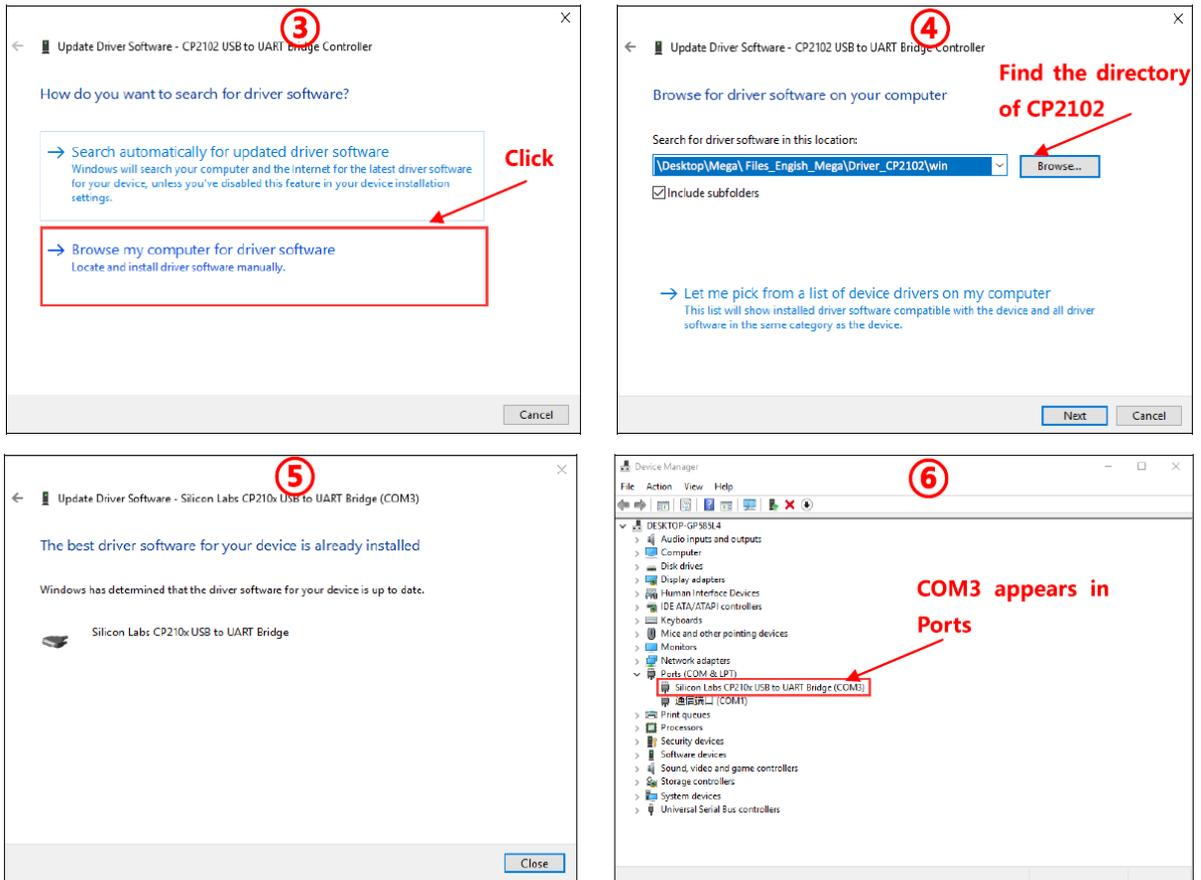
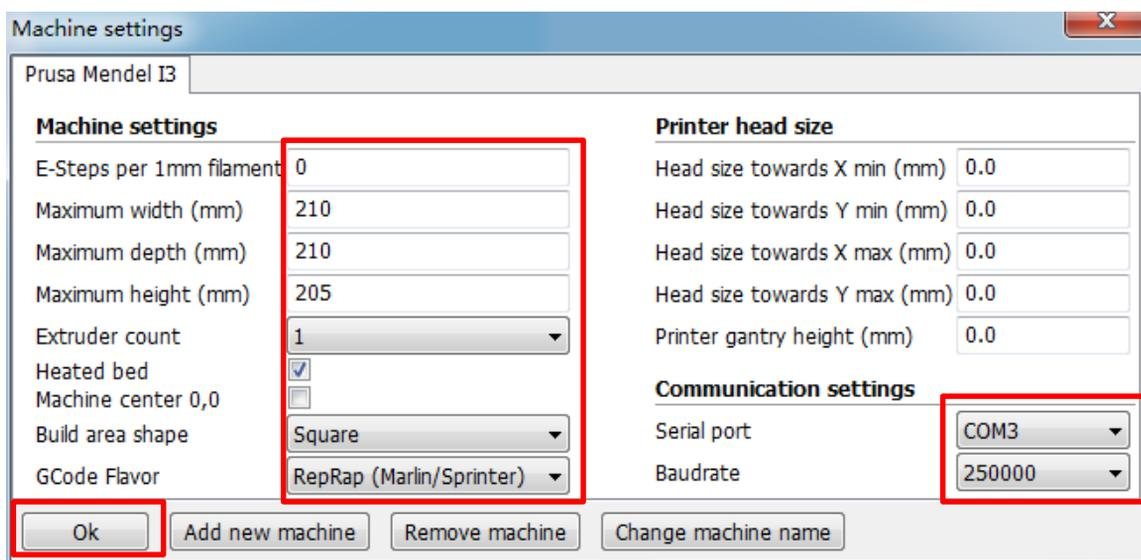

Imagen 18
Imagen 24
En el PC, haga clic con el botón derecho del ratón en "Este equipo"-->"Propiedades"-->"Administrador de dispositivos", y luego siga los pasos como se muestra en la imagen 18..
(1) Ajustes de la máquina
Consulte Imagen 24, haga clic en "Machine" ---> "Machine settings" para introducir esos parámetros sugeridos en la columna correspondiente. Por favor, elija el puerto serie (COM) como se muestra en su PC → Administrador de Dispositivos → Puerto (Consulte **Imagen 18** - ⑤), los clientes pueden tener un COMx diferente al del ejemplo COM3), y fijar la tasa de baudios en 250000. Estos dos parámetros son esenciales para que Cura se conecte a la impresora.